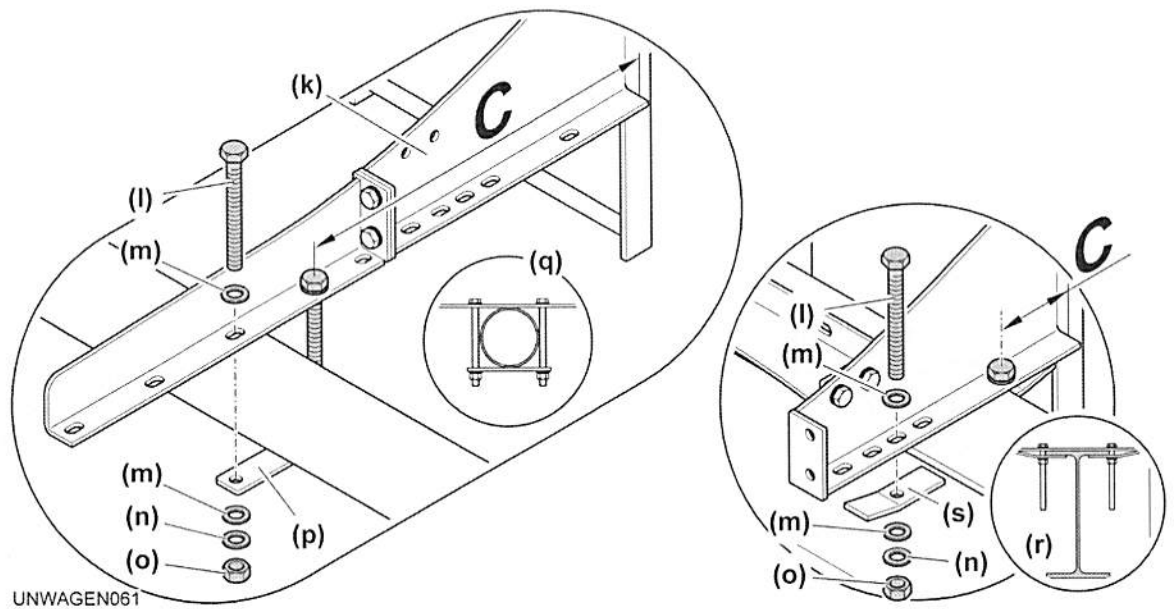

Fig. 143: Montagemaß „C“
- ▶ Klemmwirkung erhalten: Auf korrekte Einbaulage der Bleche (s) achten (siehe: Fig. 143, Seite 199).